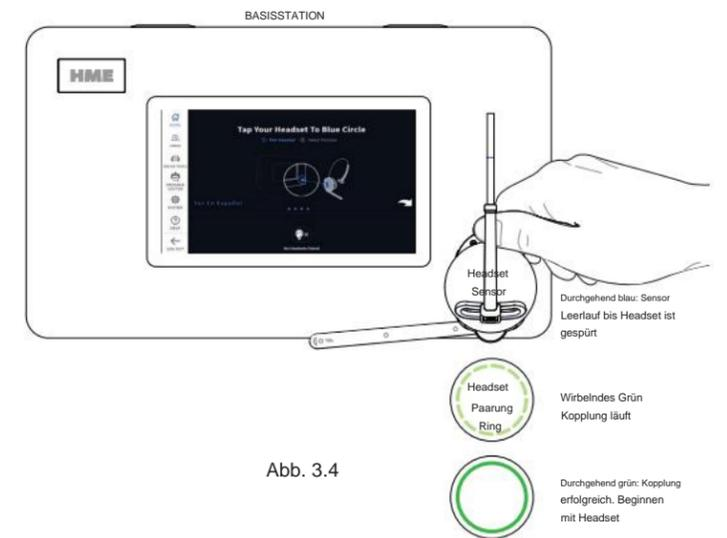

Abb. 3.4
- Koppeln Sie das Headset, indem Sie die Tastaturseite des Headsets gegen den Headset-Pairing-Ring (durchgezogener blauer Kreis) an der Basisstation halten (siehe Abb. 3.4). Die Kopplung beginnt automatisch, sobald das Headset erkannt wird.